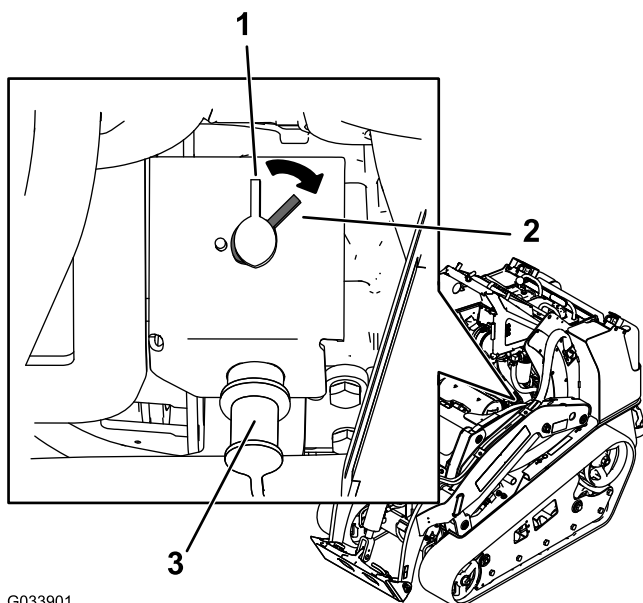

Рисунок 52
2. Установите выключатель массы аккумуляторной батареи в положение «Вкл.» (ON) или «Выкл.» (OFF), чтобы выполнить следующие действия:
- Чтобы подать электропитание на машину, поверните выключатель аккумуляторной батареи по часовой стрелке в положение ВКЛ (Рисунок 52).